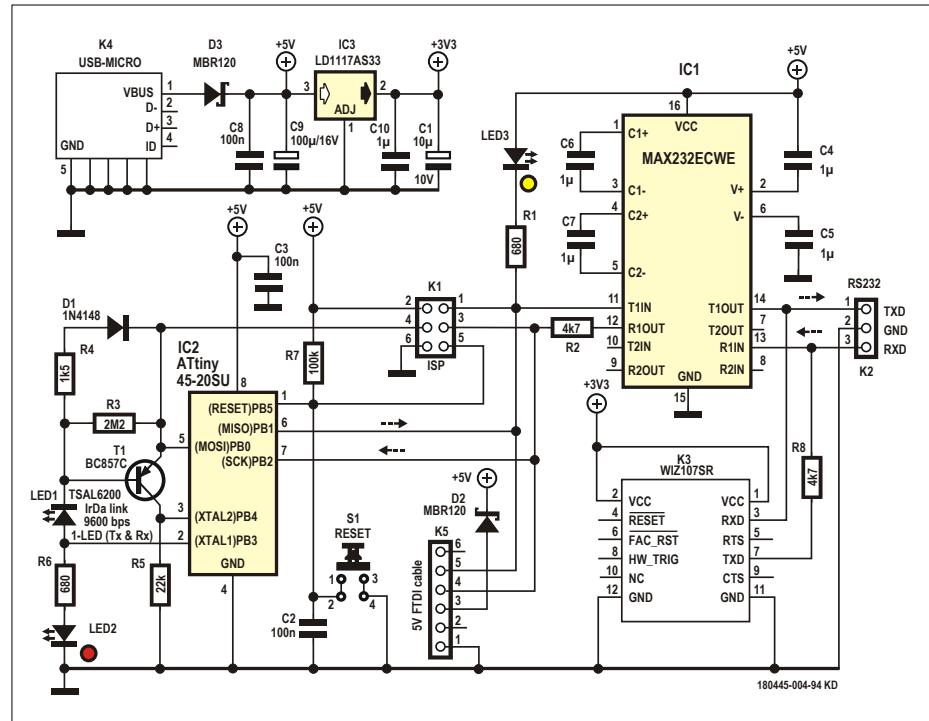
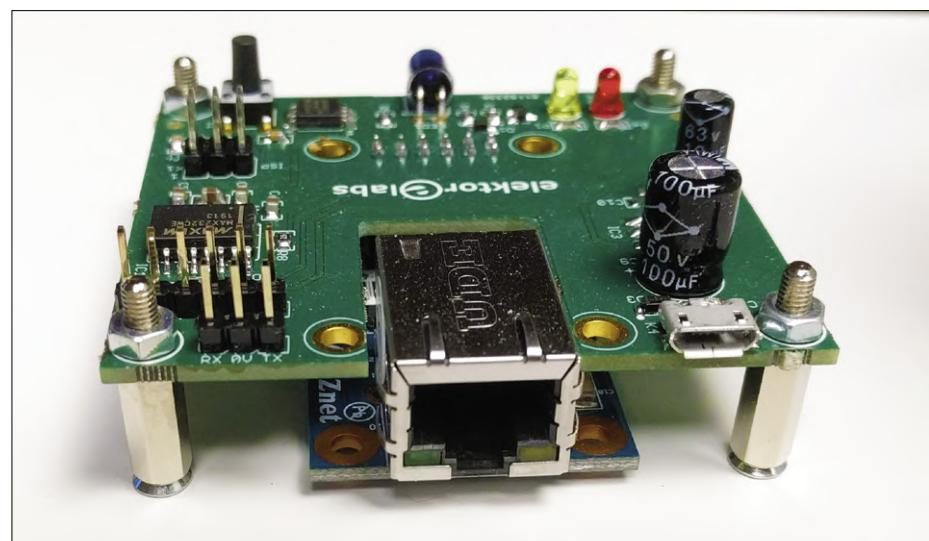

Figure 4. L'adaptateur de communication IR fournit une interface entre le boîtier inviolable hermétiquement fermé et un ordinateur.
Figure 5. L'adaptateur de communication IR avec le module Ethernet (en option) monté.
Une liaison infrarouge (IR) est disponible pour communiquer avec la boîte inviolable quand elle est hermétiquement fermée. Cette liaison n'est pas particulièrement rapide (9600 bauds) et sa portée est courte (1 cm). Elle fonctionne sans qu'il soit nécessaire d'ouvrir la boîte. L'adaptateur (**fig. 4** et **fig. 5**) qui rend cela possible est constitué d'un petit µC ATTiny45, équipé d'un émetteur-récepteur IR presque identique à celui de la boîte. Les circuits diffèrent légèrement en raison des contraintes de faible puissance de la boîte, lesquelles ne s'appliquent pas à l'adaptateur IR.